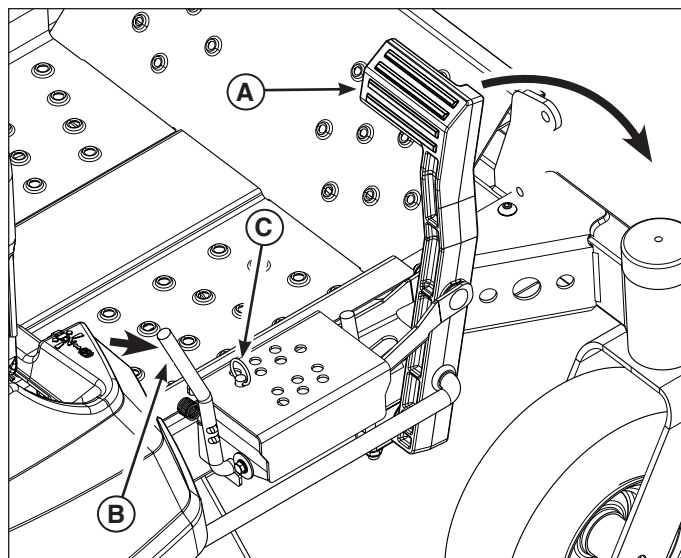

Figura 12
1. Oprima completamente el pedal de ajuste de altura de corte (A, Figura 12) hasta que la varilla de liberación de transporte (B) bloquee la cubierta en la posición más alta (posición de transporte).
2. Retire el pasador (C) del soporte de ajuste e insértelo en el orificio deseado.